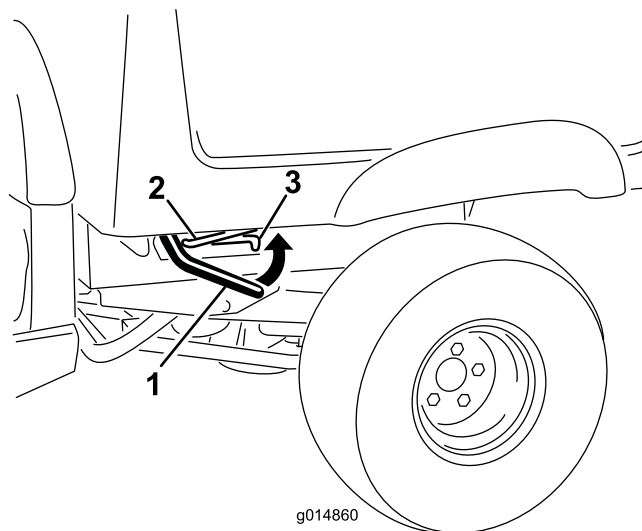

Figure 14
1. Levez le levier de chaque côté du plateau et relevez le plateau (Figure 14).
2. Placez la béquille de maintien dans la fente de verrouillage pour bloquer le plateau en position (Figure 14).